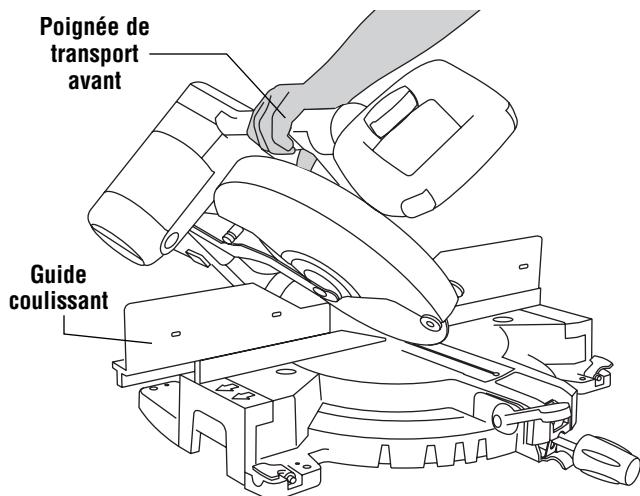

Figure 2.
- Déployez le guide coulissant gauche pour faire de la place pour l'ensemble de la scie et bloquez-le (Figure 2).
- Saisissez la poignée de transport avant de la main droite et inclinez la tête de la scie pour l'amener à l'angle désiré (Fig. 2).
- Déployez le guide coulissant droit pour faire de la place pour l'ensemble de la scie et bloquez-le (Figure 2).
- En vous tenant debout à droite de la scie, saisissez la poignée de transport avant de la main droite et inclinez la tête de la scie légèrement vers la gauche tout en tournant le bouton de sélection de la plage d'inclinaison de la main gauche pour le mettre à la position « 0°- 45° à droite » (Figure 2).
- Déplacez le guide coulissant gauche ou droit pour faire de la place pour l'ensemble de la scie et bloquez-le (Figure 2).
- c. En vous tenant debout à droite de la scie, saisissez la poignée de transport avant de la main droite et inclinez la tête de scie légèrement vers la gauche tout en tournant le bouton de sélection de la plage d'inclinaison de la main gauche pour le mettre à la position « plage maxi » (Figure 2).